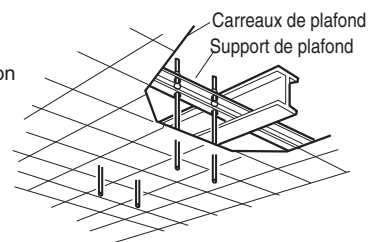

Fig. 3-12
- Utiliser les supports de plafond existants ou construire un support approprié (Fig. 3-12).